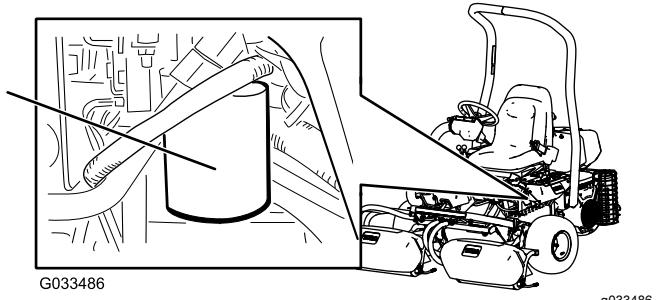

Рисунок 50
2. Отверните болты, которые крепят плоскую крышку к регулируемому подъемному цилиндру, от опорных кронштейнов ходовой части (Рисунок 50).
- Очистите зону вокруг места крепления левого фильтра (Рисунок 50). Поместите поддон под фильтр, а затем снимите фильтр.